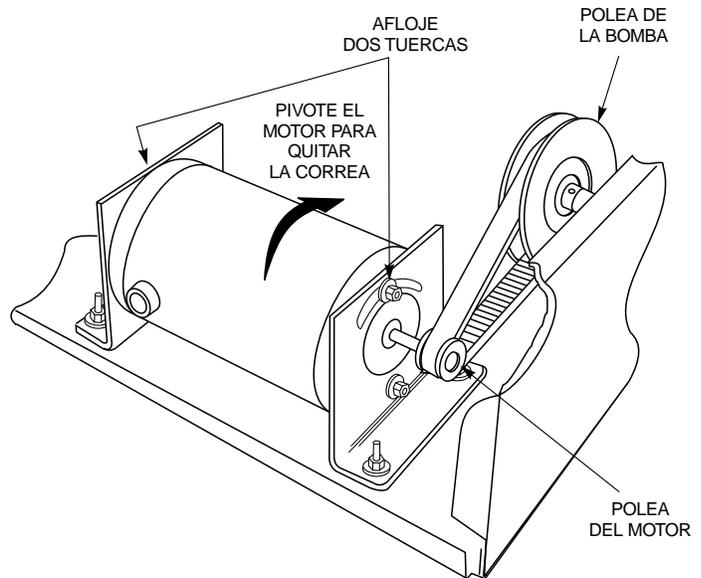

Figura 14. Reemplazo de la correa
3. Consulte la Figura 14 y afloje, sin quitar, las dos tuercas que sujetan el motor a la parte de arriba de los soportes de montaje del motor.